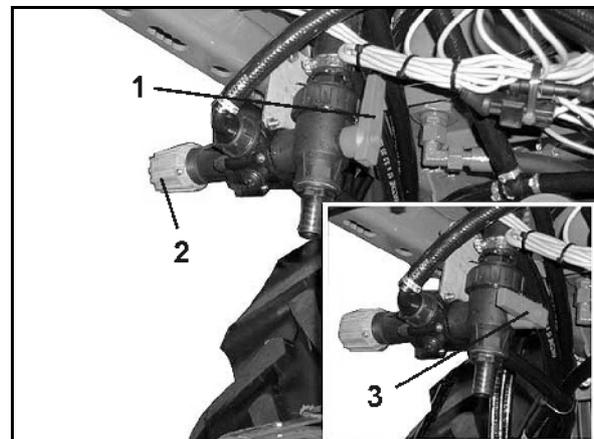

Fig. 69
- le robinet inverseur DUS (Fig. 69/1).
- la vanne de réduction de pression DUS (Fig. 69/2). La vanne de réduction de pression DUS a été réglée définitivement par le constructeur, elle réduit la pression dans le système de circulation de pression à 1 bar.
Si le robinet inverseur DUS est en position (Fig. 69/1), le système de circulation de pression est activé.
Si le robinet inverseur DUS est en position (Fig. 69/3), le système de circulation de pression est désactivé.